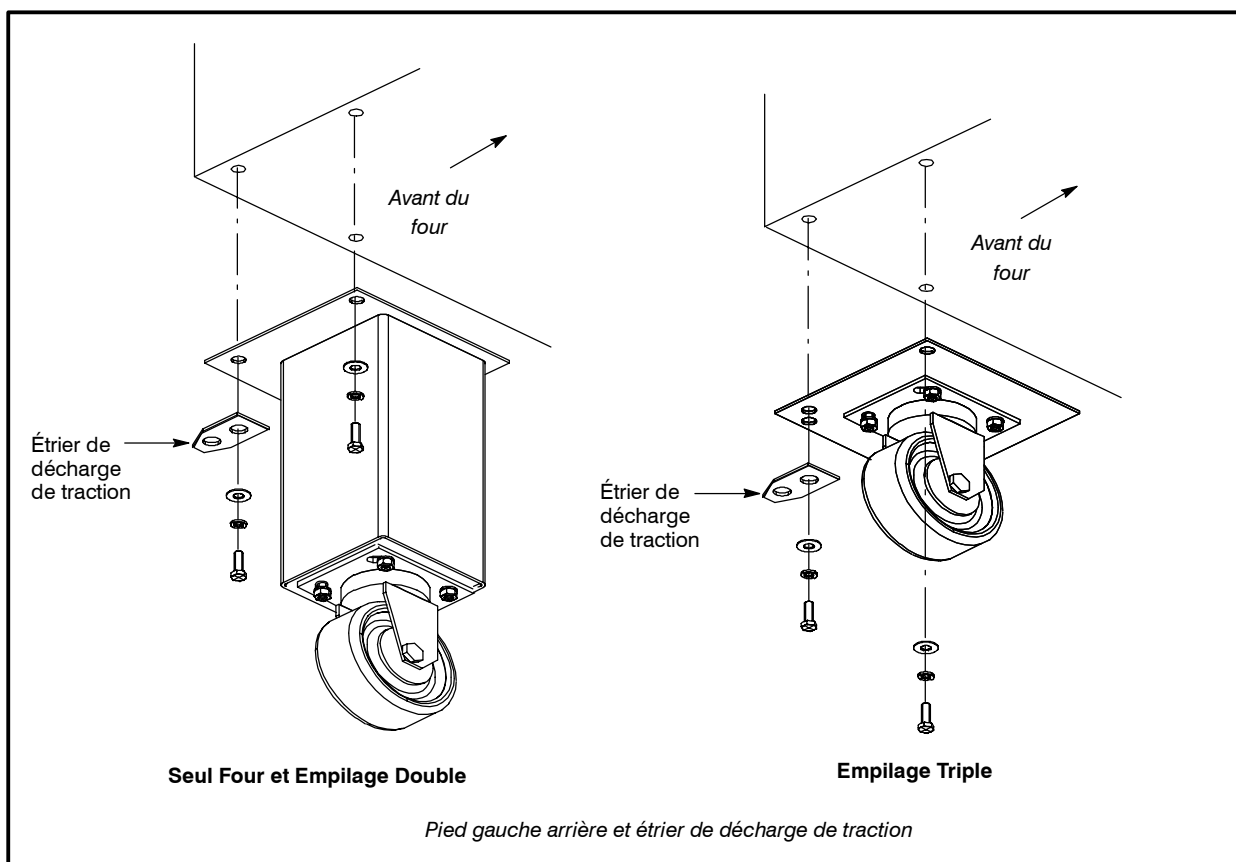

Figure 4
1. Boulonnez les montages de pieds/roulettes avec des boulons de 3/8-16 à tête hexagonale, des rondelles de frein et des rondelles. Pour les modèles au gaz, attachez l'étrier de retenue au pied gauche arrière, comme le montre la Figure 4.